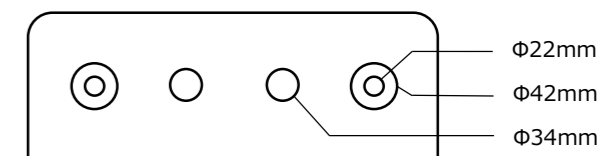

図3 ノックアウトホールの穴径
- モバイルパックのプラボックス底面にあるノックアウトを加工する。(図3)